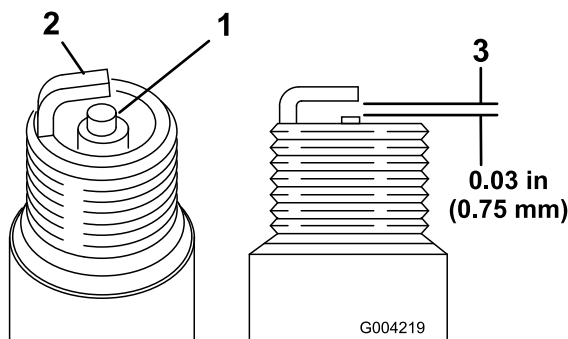

Figure 16
1. Examinez le centre des bougies (Figure 16). Si l'isolateur est recouvert d'un léger dépôt gris ou brun, le moteur fonctionne correctement. S'il est couvert d'un dépôt noir, c'est généralement signe que le filtre à air est encrassé.
2. Contrôlez l'écartement entre l'électrode centrale et l'électrode latérale (Figure 16).
3. Courbez l'électrode latérale (Figure 16) si l'écartement est incorrect.